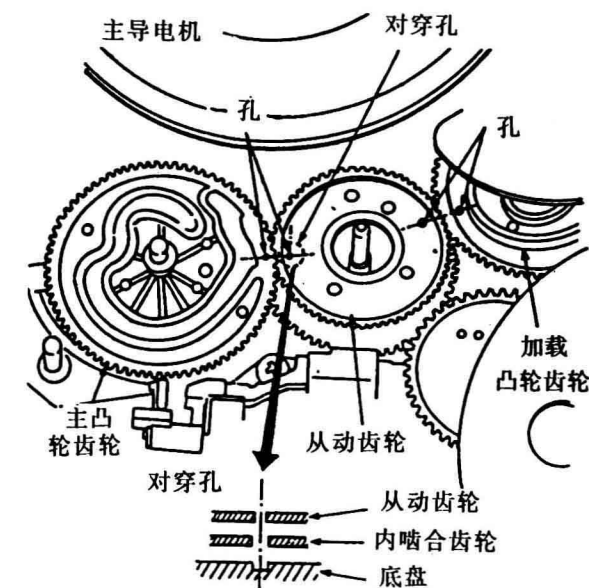

图67
- ②安装副凸轮齿轮, 使齿轮上的孔与底座上的孔对准;
③同时, 使副凸轮齿轮上的小孔与内啮合齿轮上的小孔精确地对准(小孔正好位于大孔的外侧)。
- 步骤: ①从底座的上端安装压带减速齿轮;
②在副凸轮齿轮上安装主凸轮齿轮, 使主凸轮齿轮上的小孔精确地对准压带减速齿轮上的小孔;
③如图67所示, 使主凸轮齿轮上的大孔准确地与副凸轮齿轮上的大孔对准。